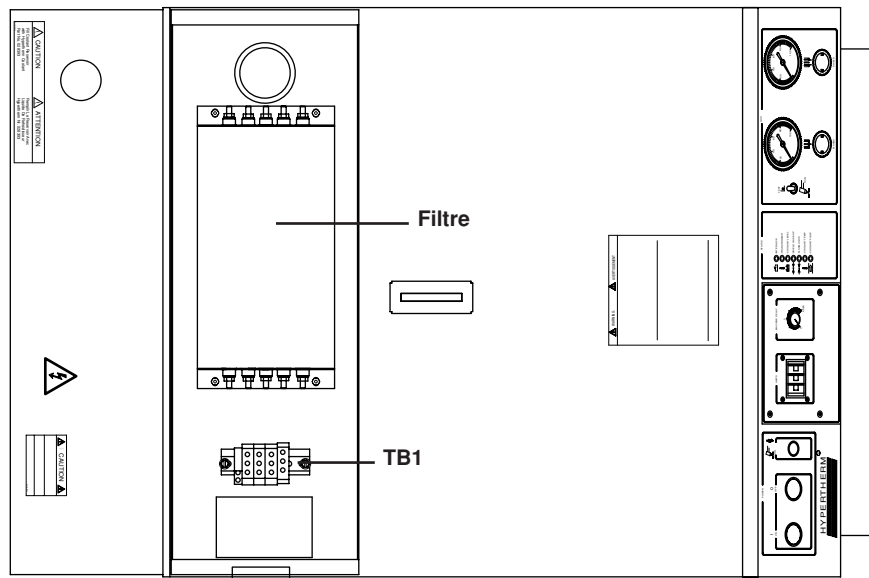

Figure a-2 Source de courant MAX200, boîtier du filtre EMI enlevé – Vue de dessus
2. Dévisser les quatre vis du boîtier du filtre et enlever le boîtier pour avoir accès aux connexions de tension d'entrée à TB1 (voir la fig. a-2).